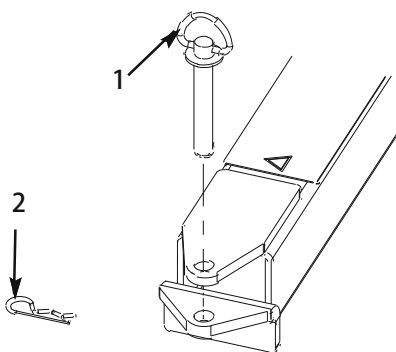

図8
4. ヒッチ・ピンとヘアピン・コッターを使って、スイーパーのヒッチ・トングを牽引車両のヒッチに接続する (図 8)。